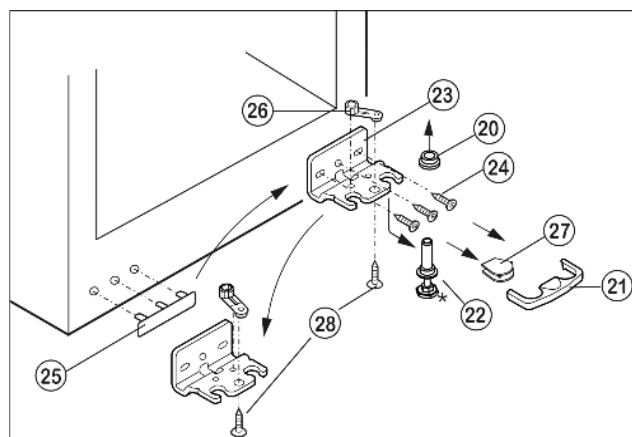

Fig. 5
- ▶ Предохранитель Fig. 5 (21) снимите движением вперед.
- ▶ Снимите крышку Fig. 5 (27).*
- ▶ Полностью вверните регулируемую опору Fig. 5 (22).
- ▶ Вытяните опорный палец Fig. 5 (22) вниз и вперед. При этом следите за гнездом шарнира Fig. 5 (20).
- ▶ Открутите опорный кронштейн Fig. 5 (23) (3 шт. Torx 25) Fig. 5 (24).
- ▶ Открутите опорную деталь Fig. 5 (26) (1 Torx 25) Fig. 5 (28) и, переставив в отверстие на противоположной стороне опорного кронштейна, снова прикрутите.
- ▶ Осторожно приподнимите и переставьте крышку Fig. 5 (25) со стороны ручки.
- ▶ Снова прикрутите опорный кронштейн Fig. 5 (23) на новой стороне шарнира, при необходимости с помощью аккумуляторного шуруповерта с усилием 4 Нм.
- ▶ Установите крышку Fig. 5 (27) на противоположной стороне.*
- ▶ Предохранитель (21) нужно зафиксировать сбоку на кронштейне, чтобы опорный палец и двери были защищены от выпадения.
- ▶ Снова защелкните предохранитель (21) на опорном кронштейне.
- ▶ Наденьте гнездо шарнира Fig. 5 (20).
- ▶ Установите дверцу сверху на нижний опорный палец Fig. 5 (22).
- ▶ При необходимости выровняйте дверцы через два продольных паза в нижнем опорном кронштейне *Fig. 5 (23)* параллельно корпусу устройства. Для этого выкрутите средний винт.